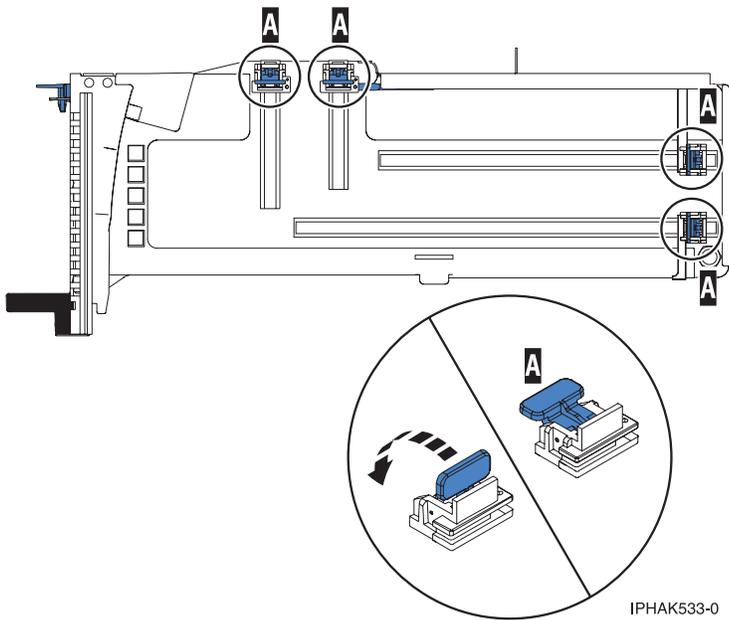

Figure 133. Crochets de retenue
- b. Vérifiez que tous les crochets de retenue de carte (**A**) sont repoussés vers les bords de la cassette pour permettre l'installation de la carte. Voir figure 133, à la page 154.